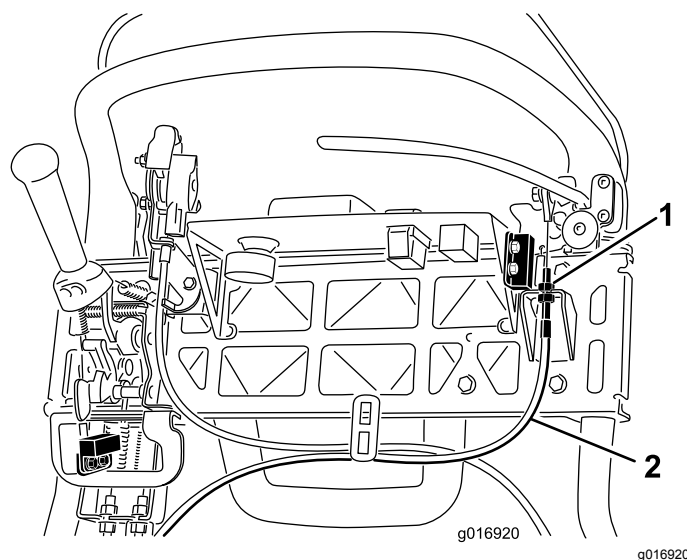

Figura 43
3. Per aumentare la tensione del cavo, allentate il controdado del cavo superiore e serrate il controdado del cavo inferiore (Figura 43) finché non occorre applicare una forza di 156 N sulla stegola della leva del freno per rilasciare il fermo del freno di stazionamento. Non regolatelo eccessivamente, perché la cinghia del freno potrebbe opporre resistenza.